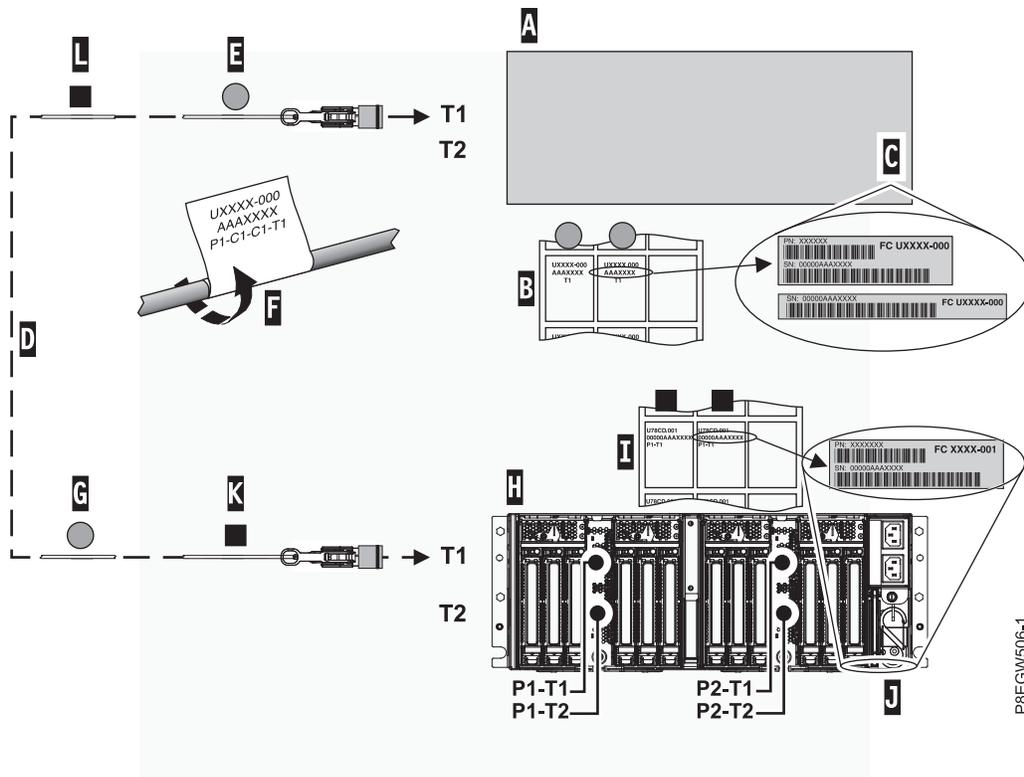

Figure 15. Etiquetage d'un câble de tiroir d'extension
**Remarque :** Lorsque vous exécutez ces étapes, vous pouvez vous reporter à la figure 15, à la page 19.
- g. Associez l'étiquette Cx-T1 la plus à gauche à l'extrémité connecteur du câble **(E)**. Voir figure 15, à la page 19. Apposez l'étiquette de telle manière que les informations concernant l'emplacement **(F)** soient visibles.
- h. Retirez la seconde étiquette Cx-T1 de la planche d'étiquettes de système hôte **(B)** et placez-la à l'autre extrémité du câble qui sera connecté au tiroir d'extension EMX0 PCIe3. Prenez soin de placer cette étiquette à plus de 100 mm de l'extrémité du câble **(G)**. Voir figure 15, à la page 19.
**Remarque :** Lorsque vous exécutez ces étapes, vous pouvez vous reporter à la figure 15.
- a. Repérez le tiroir d'extension EMX0 PCIe3 (H) que vous connectez au système hôte.
- b. Repérez la planche d'étiquettes de numéros de série de tiroir d'extension EMX0 PCIe3 (I).
- c. Faites correspondre le numéro de série de tiroir d'extension EMX0 PCIe3 (J) au numéro de série indiqué sur la planche d'étiquettes de tiroir d'extension EMX0 PCIe3 (I).
- f. Associez l'étiquette Px-T1 la plus à gauche à l'extrémité connecteur du câble (K). Voir figure 15. Apposez l'étiquette de telle manière que les informations concernant l'emplacement (F) soient visibles.
- g. Retirez la seconde étiquette Px-T1 de la planche d'étiquettes de tiroir d'extension et placez-la à plus de 100 mm de l'autre extrémité du câble (L). Voir figure 15.
- a. Repérez l'extrémité connecteur du câble sur laquelle l'étiquette Cx-T1 de système hôte (E) a été apposée et placez-la près du port T1 de l'adaptateur de câble PCIe3.
- b. Acheminez le câble et placez son extrémité connecteur (K) près du module d'E-S sur le tiroir d'extension EMX0 PCIe3.